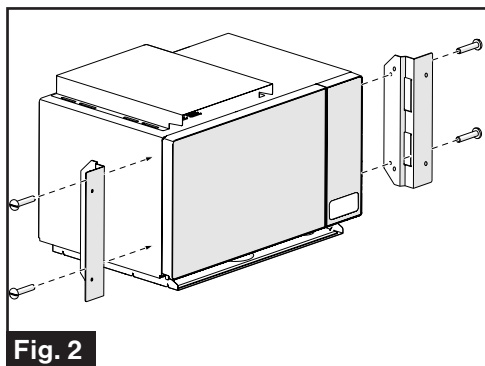

Fig. 2
- Fixez les supports métalliques gauche et droit sur le micro-ondes à l'aide des 4 vis PMA M4 x 12 mm fournies avec le four. (Fig. 2)